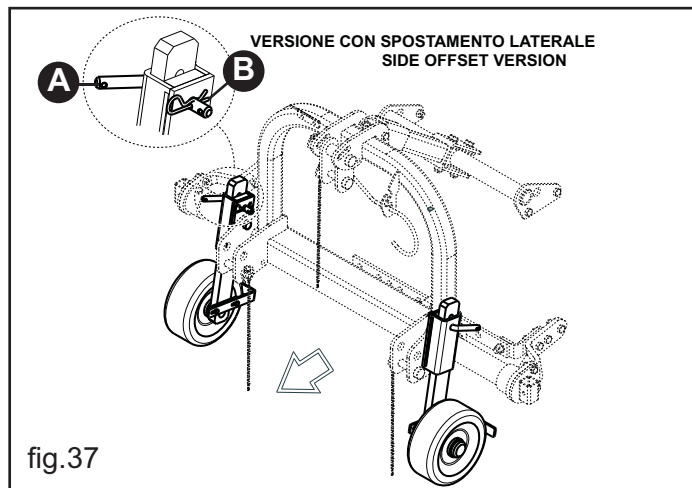
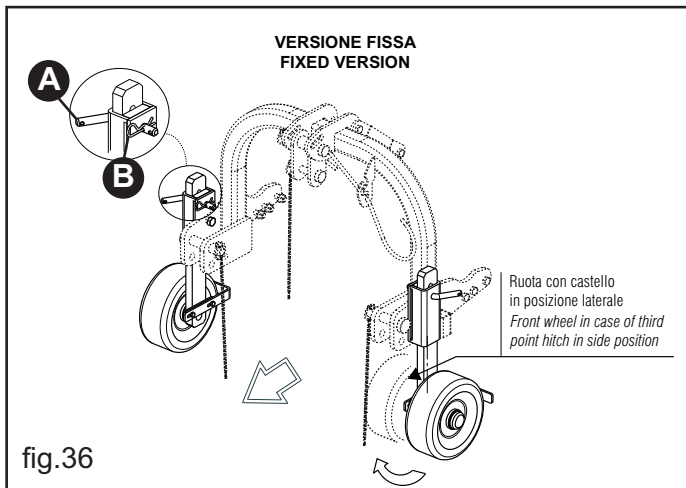

fig.37
fig.36
La macchina può essere fornita od equipaggiata in un secondo momento di una coppia di ruote anteriori (fig.36,fig.37), le quali vengono usate per la regolazione dell'altezza di lavoro e per assicurare maggiore uniformità di taglio su terreni irregolari.
- Regolare l'altezza di lavoro operando sulle ruote, rimuovendo il perno di tenuta (A fig.36,fig.37) e la relativa copiglia (B fig.36,fig.37), alzare la ruota all'altezza voluta, quindi reinserendo il perno e la copiglia nel foro prescelto.